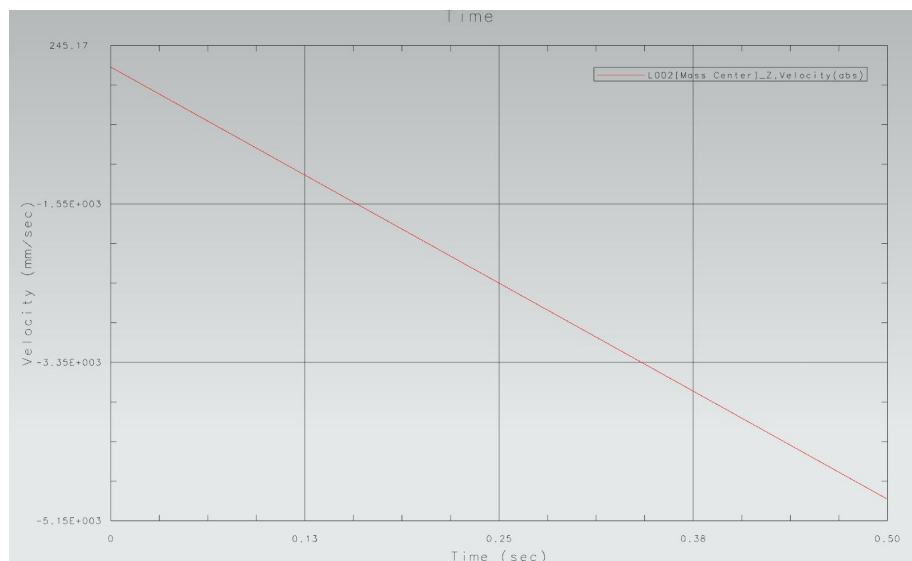
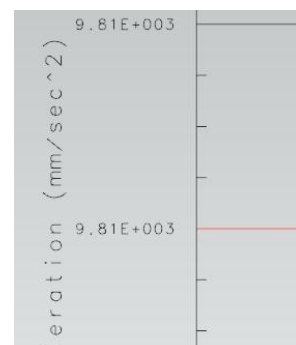

Рис.11
рис.12
•Аналогично можно построить график *скорости* для *центра тяжести* того же тела (рис.11). Скорость увеличивается, но в отрицательную сторону оси Z. Поэтому значения отрицательные. А на рис.12 показан фрагмент графика *ускорения*. Обратите внимание, что эта величина постоянная и равна постоянной гравитации.